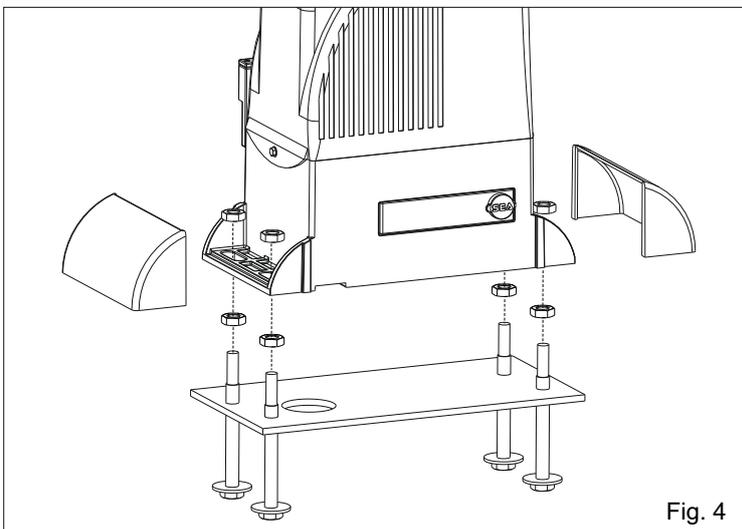
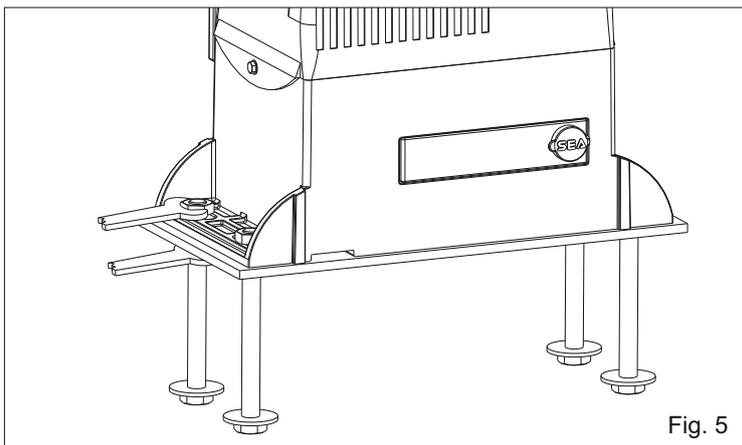

Fig. 4
Fig. 5
4.1. Fixer le motoréducteur à la plaque de fondation en réglant la position latérale et son hauteur (Fig. 4 - Fig. 5) en respectant les cotes cités dans Fig. 2.